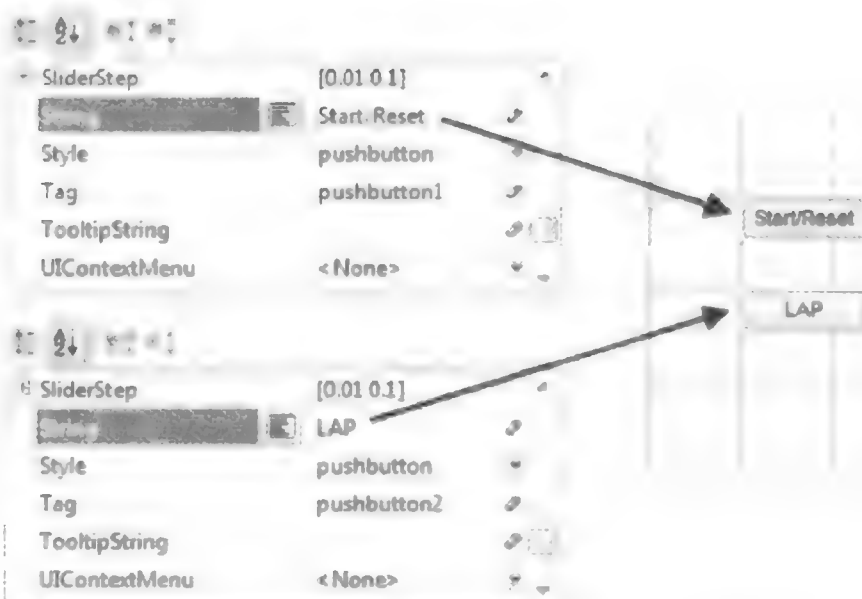

图 3.7.17 修改 String 栏目显示文字内容
(5) 双击按钮,修改属性对话框 String 栏目的内容,将显示文字修改为 Start/Reset 与 LAP,如图 3.7.17 所示